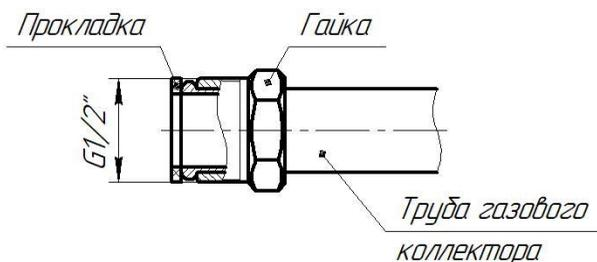

Рис. 5 Конструкция газопровода варочной панели
4) На варочной панели предусмотрен подвод газа, что позволяет присоединять её к магистральному газопроводу. На выходе газового коллектора варочной панели расположена гайка с наружной цилиндрической резьбой G1/2", предназначенная для подключения прибора к сетевому газопроводу (см. Рис. 5). Для подключения газа к варочной панели, необходимо установить уплотнительную прокладку (не входит в комплект).